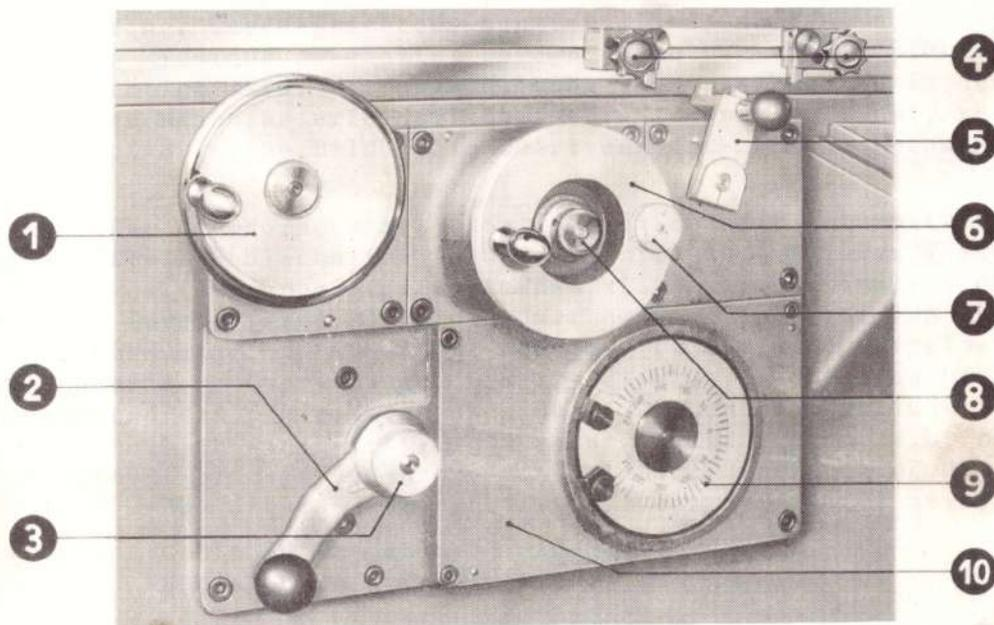

Bild 5: Frontplatte
Ausführung (1) ist bei allen B-Maschinen üblich und kann für alle übrigen Maschinentypen als Sonderzubehör geliefert werden. Sie dient dazu, die Querwegeinstellung vom Bedienungsplatz des Schleifers aus ohne Zeitverlust zu ermöglichen. Die Querweganschläge 1 sind so einzustellen, dass bei der Querwegumkehr $\frac{1}{3}$ der Schleifscheibenbreite auf dem zu schleifenden Werkstück verbleibt, um den Schleifdruck möglichst konstant auf dem Werkstück zu halten. Durch die Endschalter 4 und 5 wird die Umschaltung des Quertransportes automatisch gesteuert. Ist die Vorwahl einer Querwegrichtung eingeschaltet, so kann nur die entgegengesetzte Richtung geschaltet werden, wenn vorher der STOP-Druckknopf (d) betätigt wird. Der automatische Quervorschub, sowie der zum Einrichten der Maschine erforderliche Quer-Eilgang läuft nur, wenn der Kupplungsknopf 8 (siehe Bild 5) im Quertransport-Handrad herausgezogen ist.
Das Zuwachssymbol am Stellknopf (j) (siehe Bild 4b - f) gibt keinen Wert in Millimeter an, sondern ist auf Zeitwert abgestimmt. Wird der Einstellknopf (j) in die äußerste Stellung nach rechts gedreht, so läuft der Querschleif nach Kontaktgabe durch den Arbeitstisch in der vorhandenen Richtung durch bis zum Erreichen des Größtwertes. Soll der Quervorschub am Handrad oder am Feinstellknopf durch Hand betätigt werden, so muß der Kupplungsknopf 8 (siehe Bild 5) am Querweg-Handrad hineingedrückt werden. Dadurch wird das bei der automatischen Querbewegung ausgekuppelte Handrad wieder fixiert und der automatische Quertransport mittels Kontaktschalter unterbrochen. Alle End- und Kontaktschalter sind zum Schutz gegen Schleifstaub und Kühlwasser innerhalb der Maschine untergebracht.